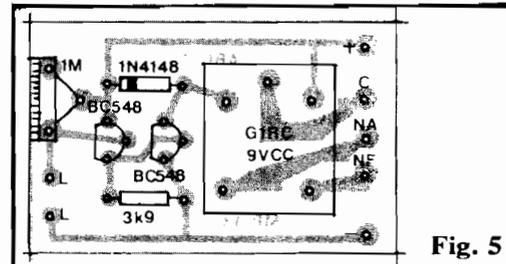
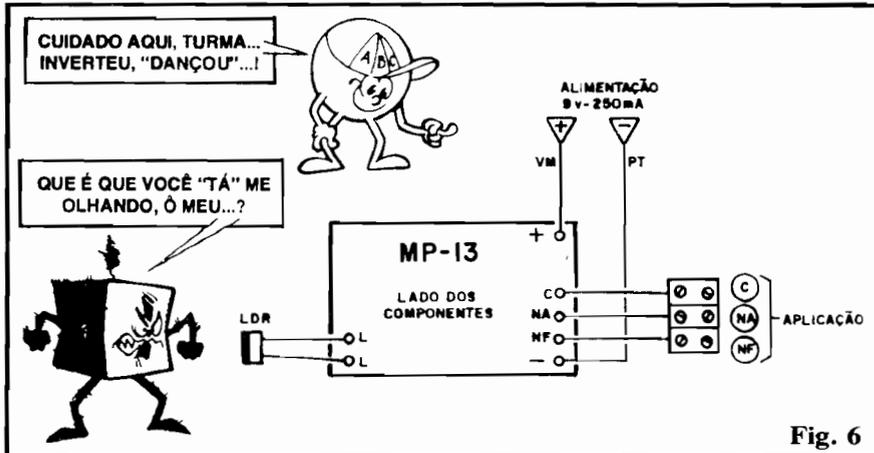

Fig. 5
Fig. 6
- **FIG. 5** - Diagrama de montagem ("chapeado") com a placa agora vista pelo lado não cobreado, todas as principais peças colocadas, identificadas e com os códigos de acesso externo à placa também indicados. **ATENÇÃO** ao posicionamento dos dois transístores (referenciados pelos seus lados "chatos" e do diodo (faixa ou anel na extremidade que "aponta" para o trim-pot...). **NÃO ES-**
- FIG. 6 - Conexões externas à placa (esta ainda vista pelo lado não cobreado, como na fig. anterior...). Conferir e comparar os pontos de ligação das “coisas que estão fora” da placa, com as indicações também marcadas na fig. 5. **ATENÇÃO** à identificação da polaridade dos fios da alimentação (sempre convém usar fio